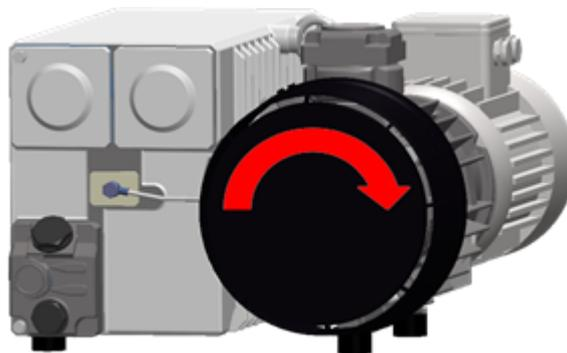

Abbildung 3: Rotationsrichtung der Vakuumpumpe
3. Prüfen Sie die korrekte Rotationsrichtung der Pumpe des Dreiphasenmodells. Vgl. *Abbildung 3: Rotationsrichtung der Vakuumpumpe* auf Seite 23.